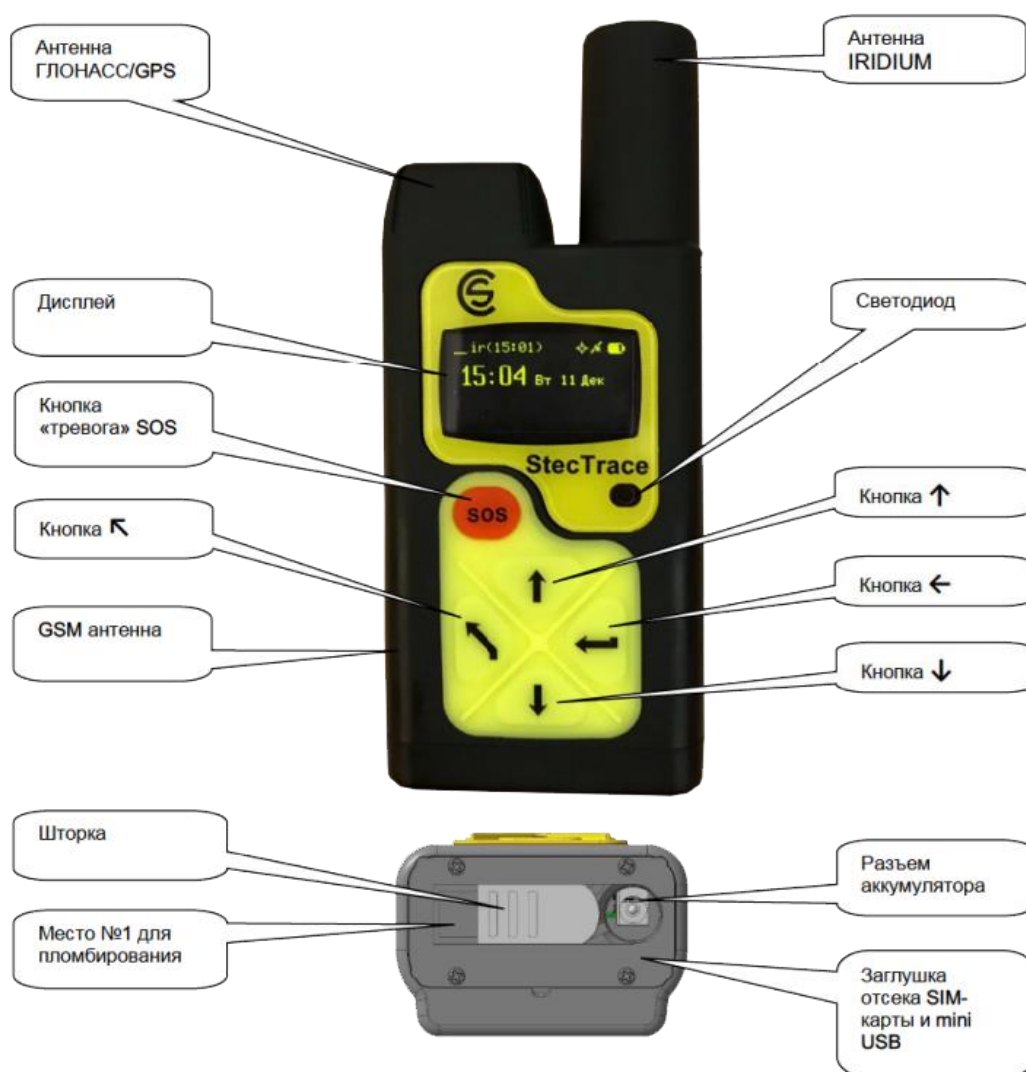

Рисунок 1. Внешний вид устройства
- для надежного определения координат и устойчивой передачи данных запрещается закрывать антенны (см.рис.1) посторонними металлизированными и радионепрозрачными предметами;